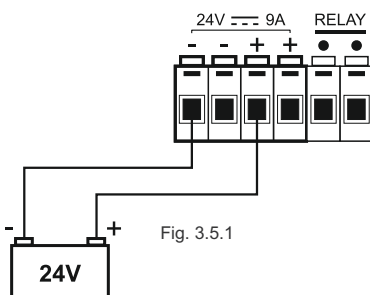
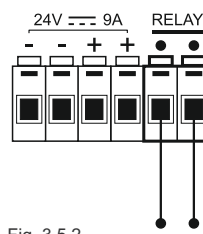

Fig. 3.5.1
Fig. 3.5.2
La morsettiera (6) consente il collegamento ad un'alimentazione esterna in corrente continua (fig. 3.5.1) e ad un relè (fig. 3.5.2).